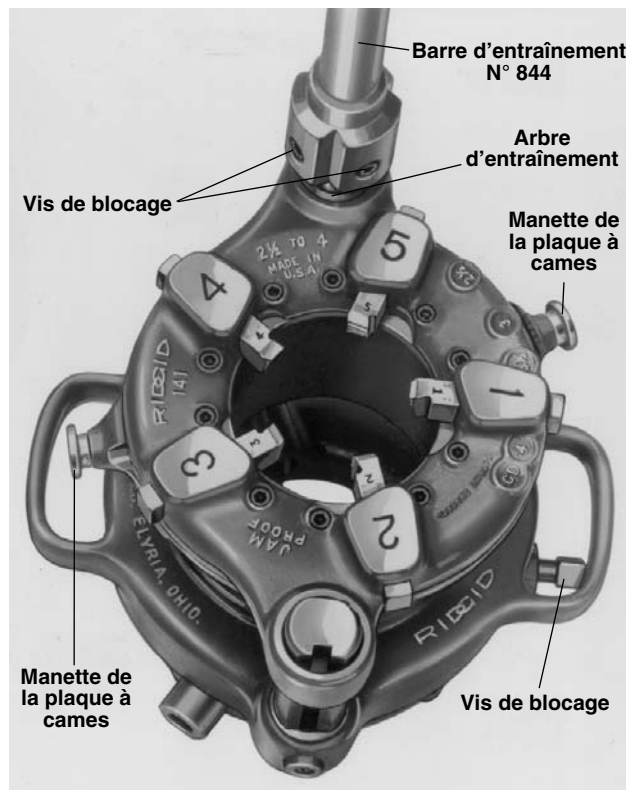

Figure 15 – Fileteuse démultipliée N° 141 avec barre d'entraînement N° 844 (Idem pour la fileteuse N° 161)
2. Tirez sur les manettes de la plaque à cames (Figure 15) et tournez la plaque à cames jusqu'au repère en tête de la tête de filière qui correspond à la section de tuyau voulu. Lâchez les manettes lorsque les broches de positionnement tombent dans le trou de la plaque de sélection.
2. Tirez sur les manettes (*Figure 15*) et tournez la plaque à cames jusqu'au repère CD qui se trouve au sommet de la tête de filière.
3. Retirez le jeu de filières usées (*Figure 15*) et installez un nouveau jeu de filières.
1. Posez la fileteuse sur le sol ou sur un établi avec l'arbre d'entraînement vers le haut. Montez la barre d'entraînement N° 844 sur l'arbre d'entraînement et serrez les deux (2) vis de blocage (*Figure 15*).
7. A l'aide de la clé à cliquet, serrez le collier de serrage (Figure 15) à fond.
8. Enfitez la douille carrée de l'arbre d'entraînement universel N° 840A sur le carré de l'arbre d'entraînement de la fileteuse et serrez les deux (2) vis de blocage.
3. Desserrez les deux (2) vis de blocage et retirez l'arbre d'entraînement universel de la fileteuse.
4. N° 141 et N° 161 – Desserrez la vis de blocage des mors (Figure 15) et tournez le collier de serrage à la position OPEN (ouvert).